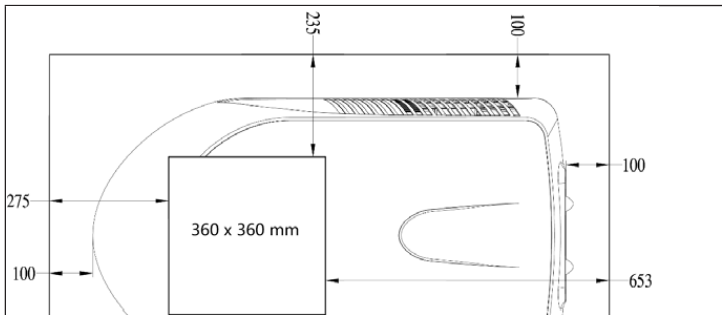

Abbildung 7
- Der Mindestabstand für die Position der Außeneinheit ist in Abb. 7 dargestellt, siehe Vergleichsmessung der Lochposition.